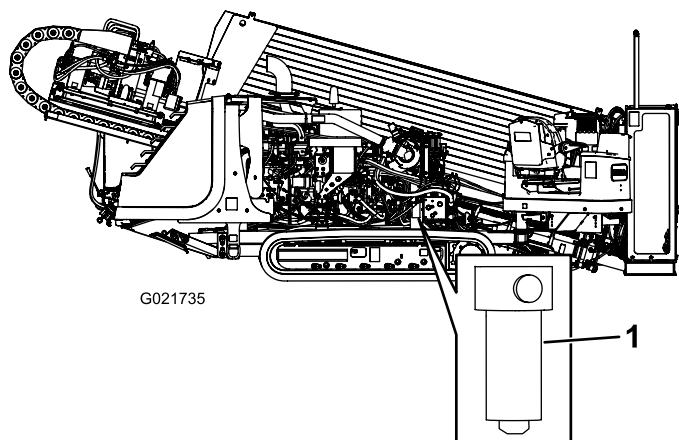

Рисунок 148
4. Снимите фильтр линии нагнетания гидравлической жидкости с помощью ключа для фильтров (Рисунок 148).